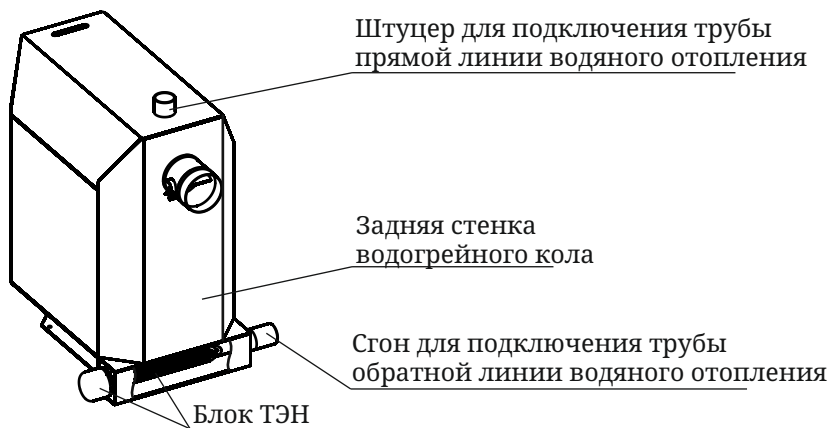

Рисунок 5. Расположение блока трубчатых электро нагревателей (ТЭН)
В нижней части водяной рубашки имеются два отверстия с резьбой G2" (10), направленные в противоположные стороны. В одно из отверстий устанавливается сгон для присоединения трубы подвода теплоносителя (обратка), направляя трубу в нужную для потребителя сторону. Во второе отверстие устанавливается ТЭН, подключенный к сети питания, либо заглушка (согласно модификации) рисунок 5.